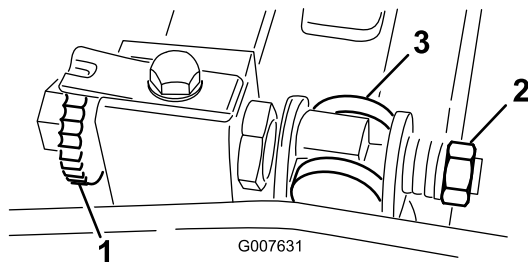

Figura 58
1. Ruotate la vite di regolazione della barra di appoggio in senso antiorario per allontanare la controlama dal cilindro (Figura 58).
2. Allentate il dado di tensione della molla, finché la rondella non sarà più in tensione contro la barra di appoggio (Figura 58).